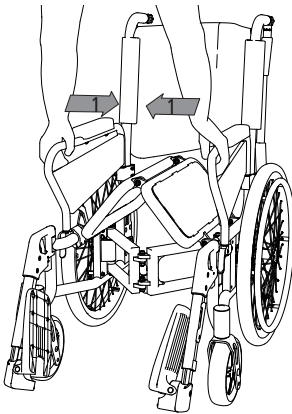

Abb. 30
6. Im Anschluss greifen Sie den vorderen Bereich der Seitenteile und drücken beide Seiten mittig zueinander. Der Rollstuhl faltet sich zusammen (1, Abb. 30).